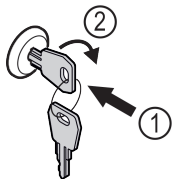

Fig. 192
- Insérer la clé Fig. 192 (1).
- Tourner la clé à 90° dans le sens horaire Fig. 192 (2).